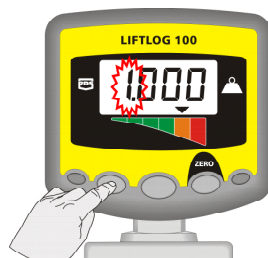

Bild 18
- Mit der inneren linken Taste (siehe Abschnitt 2.4) programmieren Sie ein Gewicht geringfügig unter Maximallast (Abb. 18), d.h. die Ist-Last Kapazität der Maschine plus Anbauteile. Zu finden auf dem Ladeprogramm.